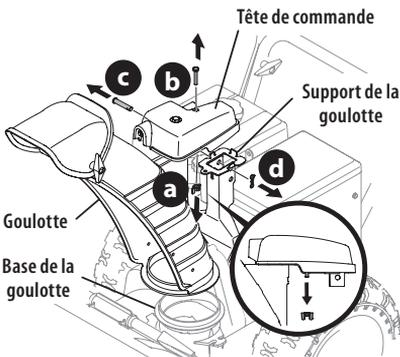

Figure 13
1. Retirez l'écrou papillon (a) et le boulon (b) qui se trouvent sur la tête de commande de la goulotte, puis retirez l'axe de chape (c) et la goupille fendue (d) du support de la goulotte. Placez la goulotte (face vers l'avant) sur sa base et son support. Voir Figure 13.